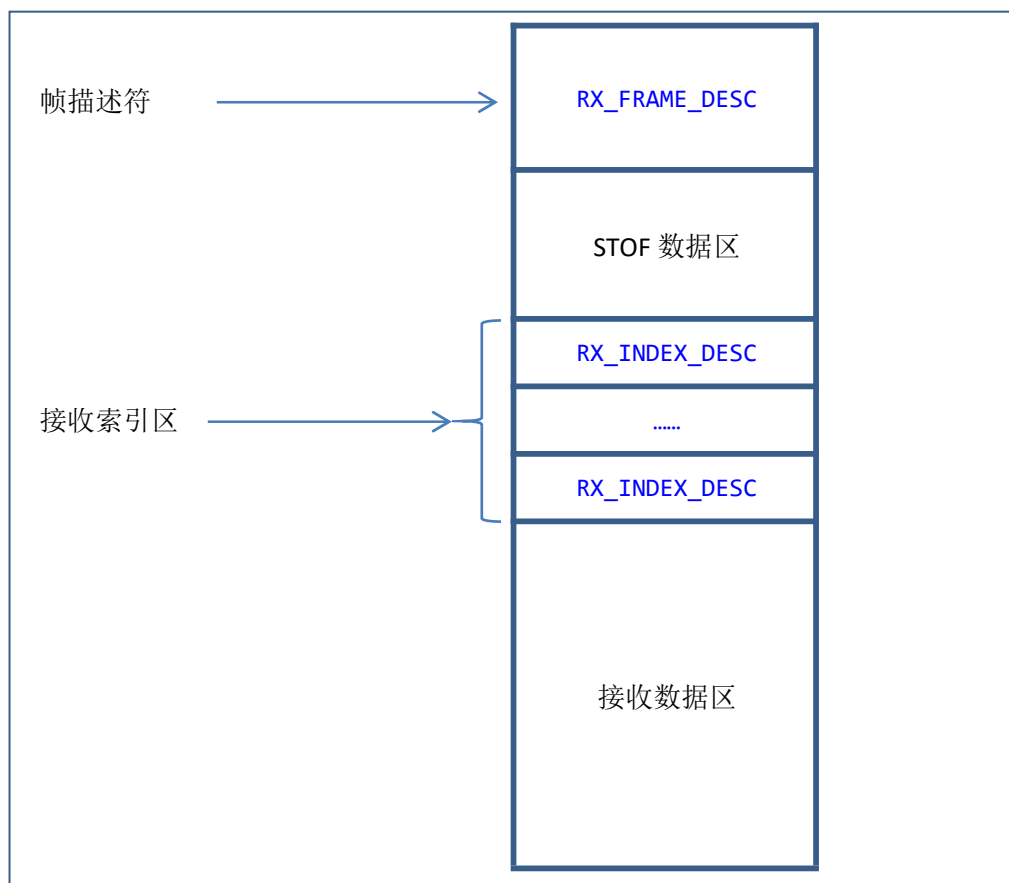

图 3 接收缓冲区结构组成
- `pbuf`：读取到的数据存放缓冲区，若读取到数据，则该缓冲区中的数据结构如图 3 所示。其头部第 1 部分为帧描述符区，第 2 部分为 STOF 数据区，第 3 部分为接收数据索引区，第 4 部分为真正的数据区。帧描述符与接收索引的数据结构如图 4 所示。